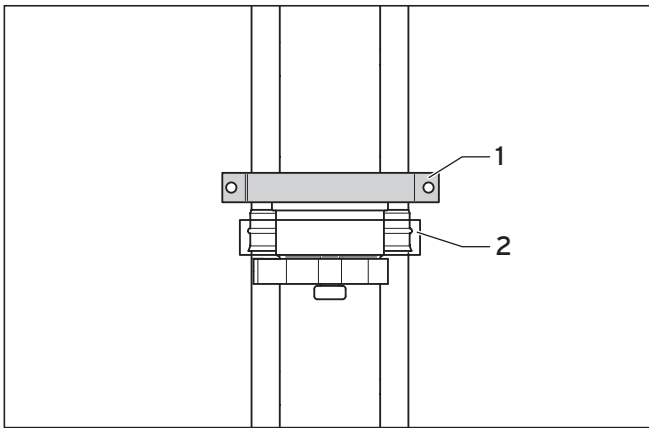

Fig. 4.77 Rallonge raccourcissable avec support du mur extérieur
- Installez un support mural (1) supplémentaire afin que le système ne puisse pas se détacher ni se desserrer sous l'effet du vent.
- Installez un support mural (1) supplémentaire juste au-dessous de la rallonge raccourcissable, comme illustré Fig. 4.77.